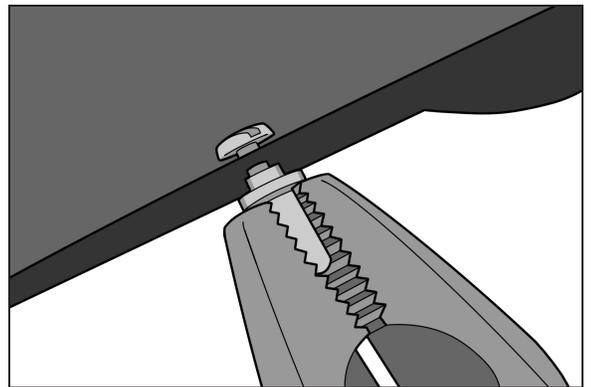

Abb. 2
2. Greifen Sie den BoS Pin 2.1 mit der Flachzange an den flachen Seiten und ziehen Sie ihn nach unten ab, um ihn zu entfernen (Abb. 2).